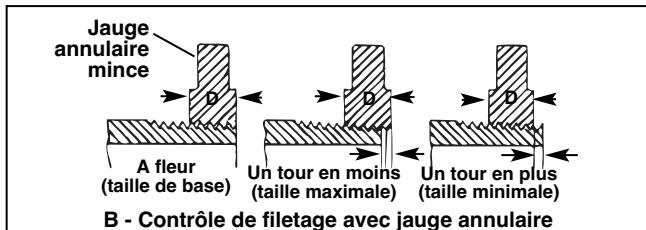

Figure 22 – Contrôle du filetage
- Observez la saillie du tuyau derrière la jauge. L'extrémité du tuyau devrait être à fleur de la jauge, plus ou moins un tour (*Figure 22*). A défaut, sectionnez le filetage, réglez la fileteuse démultipliée, puis entamez un nouveau filetage. Un filetage non conforme risque de nuire à l'étanchéité du réseau.